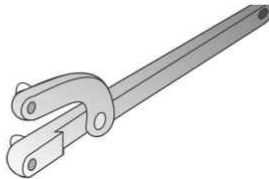

fig. 5
- Com auxílio da ferramenta especial 205-072, imobilizar as engrenagens dos comandos e aplique o torque especificado figs. 5 e 6.